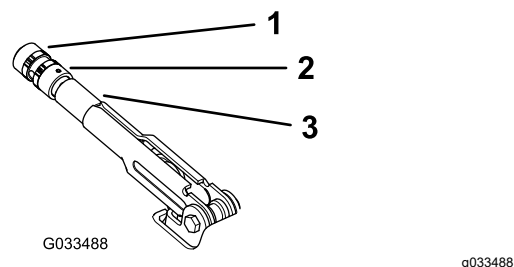

Figura 59
2. Slăbiți urubul care fixează butonul pe maneta frânei de parcare (Figura 59).
3. Rotiți butonul (Figura 59) până când maneta va putea fi acionată cu o forță de 20 - 22 kgf.
4. După finalizare, strângeți urubul de fixare (Figura 59).